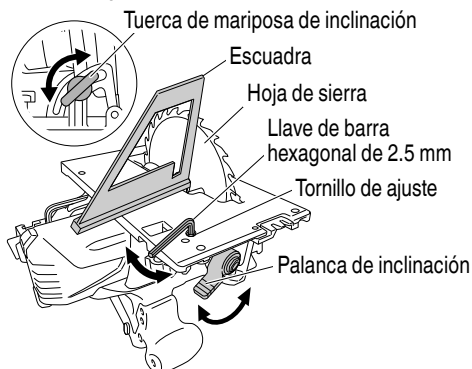

Fig. 35
6. Ajuste de la base y la hoja de sierra para mantener la perpendicularidad (Fig. 35)